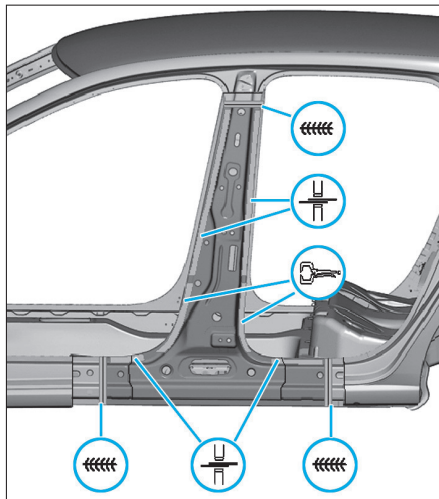
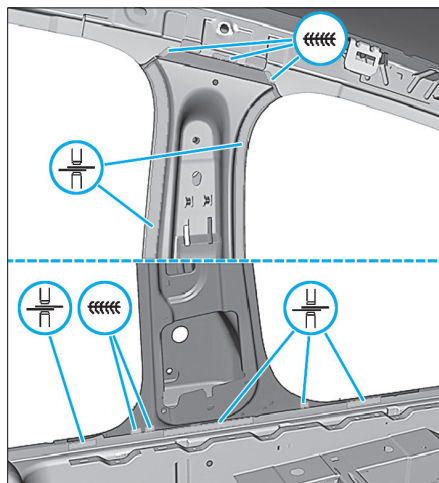

FIG. 56
FIG. 57
- Souder le renfort comme illustré (Fig.56) et (Fig.57).